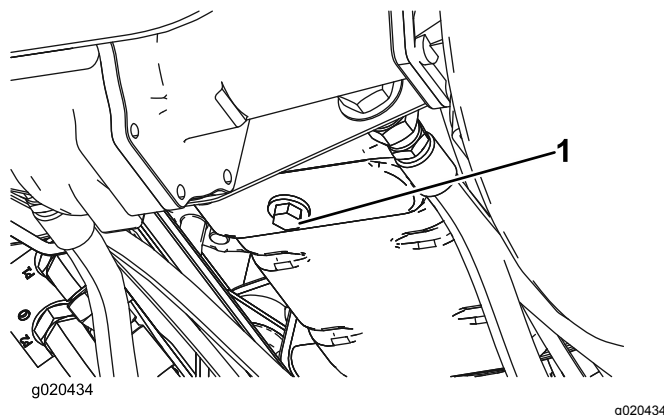

Figura 29
1. Togliete il tappo di spurgo (Figura 29) e lasciate defluire l'olio in una bacinella. Quando l'olio cessa di defluire, rimontate il tappo.